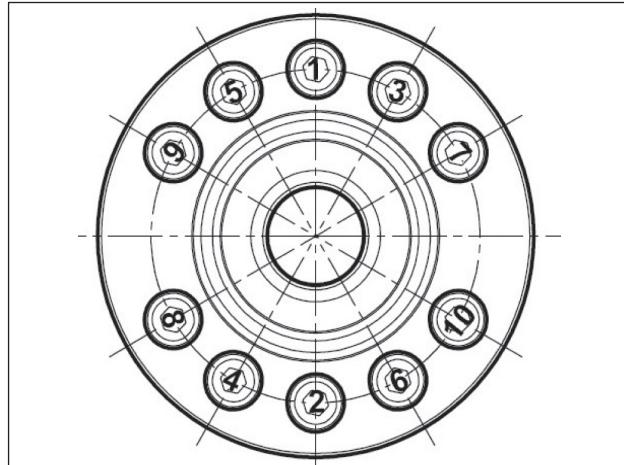

Fig. 67
**** Les vis de fixation des supports doivent être serrées en une seule phase, en respectant l'ordre indiqué sur le schéma Fig. 67.